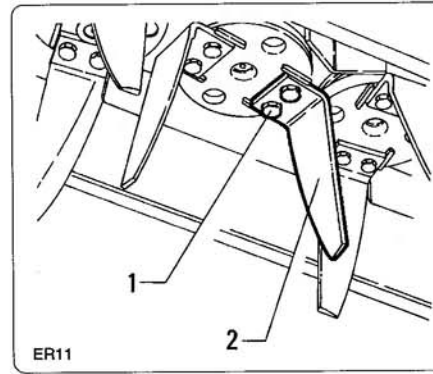

fig. 7.7.1
7.7- Remplacement des couteaux fig. 7.7.1
7.7- Ersetzen der Zinken (Abb. 7.7.1)